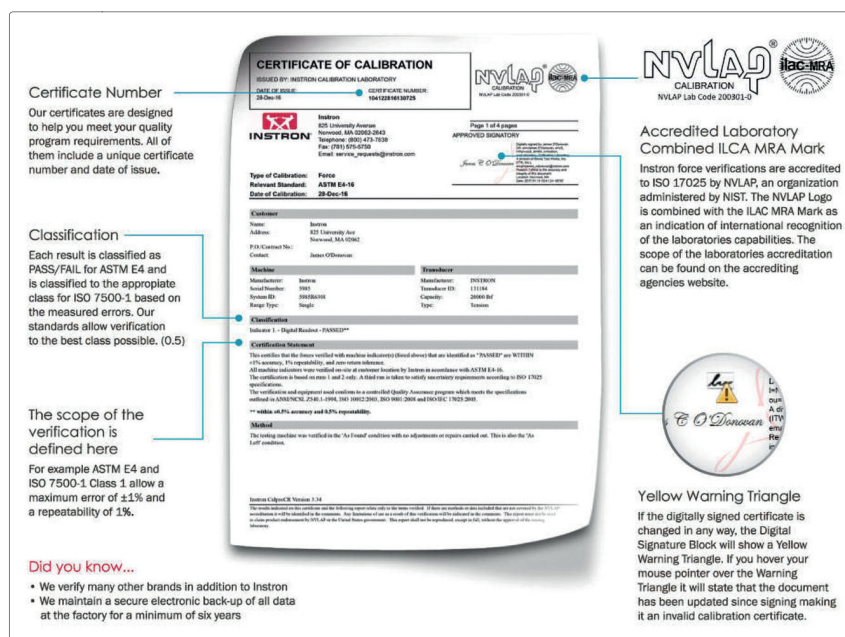

Fig. 2 Exemple de certificat d'étalonnage numérique Source : <https://www.instron.com/fr/Service-and-support/services/calibration-lab-and-accreditations>
**4. Le CEN** est parachevé par un fichier directement lisible (par l'utilisateur humain) qui pourrait être de forme similaire au certificat d'étalonnage analogique. (Figure 2)